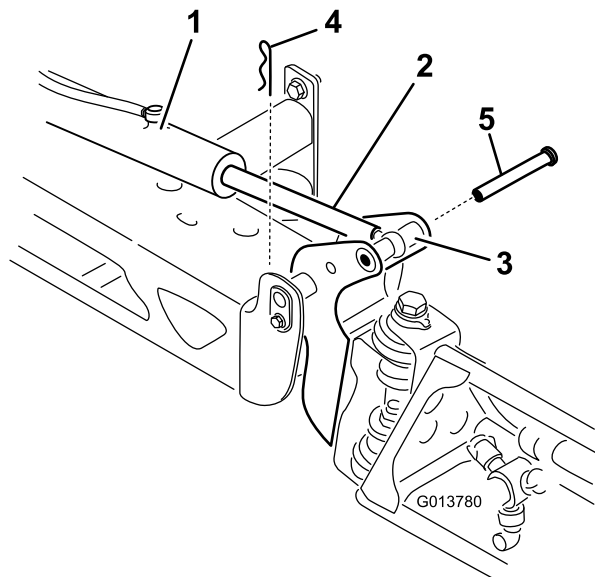

Figura 109
2. Îndepărtați cuiul spintecat de la fusul de basculare (Figura 109).
3. Ridicai braul i îndepărtați tiftul (Figura 109) i coborâi încet braul la sol.
9. În timp ce susineți braul, introduceți tiftul atât prin pivotul braului, cât i prin tija dispozitivului de acionare (Figura 109).